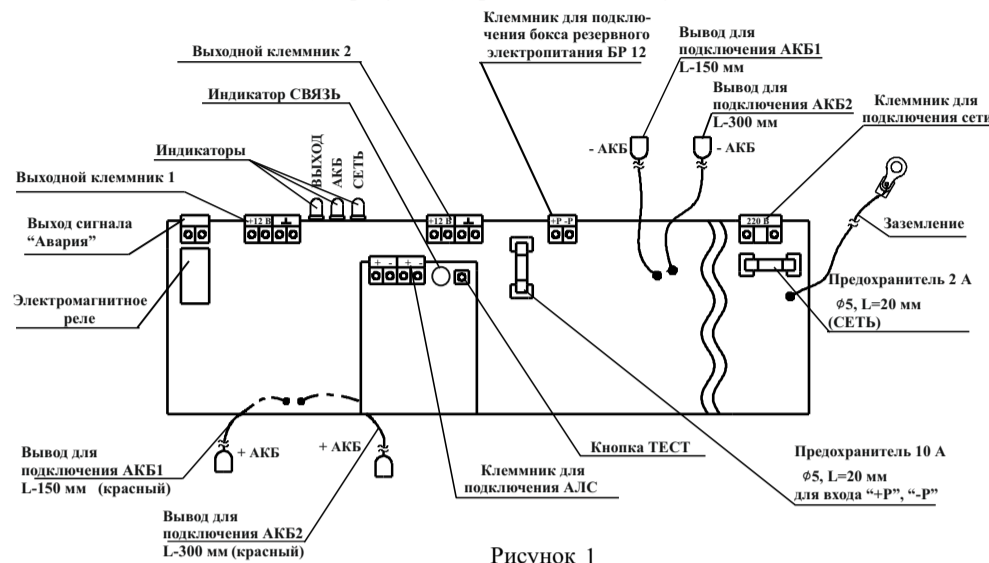

Рисунок 1
6.3 Подключение источника (см. рисунок 1) производить в следующей последовательности:
Если используется только одна АКБ, рекомендуется подключать её к коротким выводам АКБ 1 (L-150 мм) в соответствии с цветовой маркировкой (см. рисунок 1) и выбрать её в настройках при конфигурировании системы.